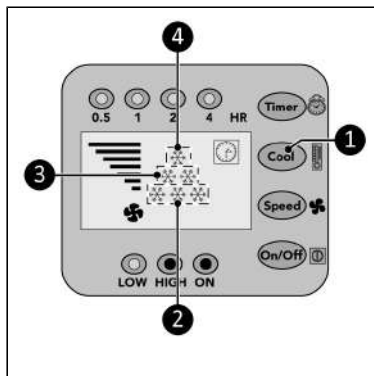

Figura 78.
1. Premere ripetutamente il pulsante raffreddamento ( Figura 78, pos. 1) per impostare la temperatura ambiente desiderata:
- 28 °C, sul display verrà mostrato 1 indicatore di raffreddamento ( Figura 78, pos. 4).
- 25 °C, sul display verranno mostrati 2 indicatori di raffreddamento ( Figura 78, pos. 3).
- 22 °C, sul display verranno mostrati 3 indicatori di raffreddamento ( Figura 78, pos. 2).
- <22 °C, sul display verranno mostrati 6 indicatori di raffreddamento ( Figura 78, pos. 2, 3 and 4).